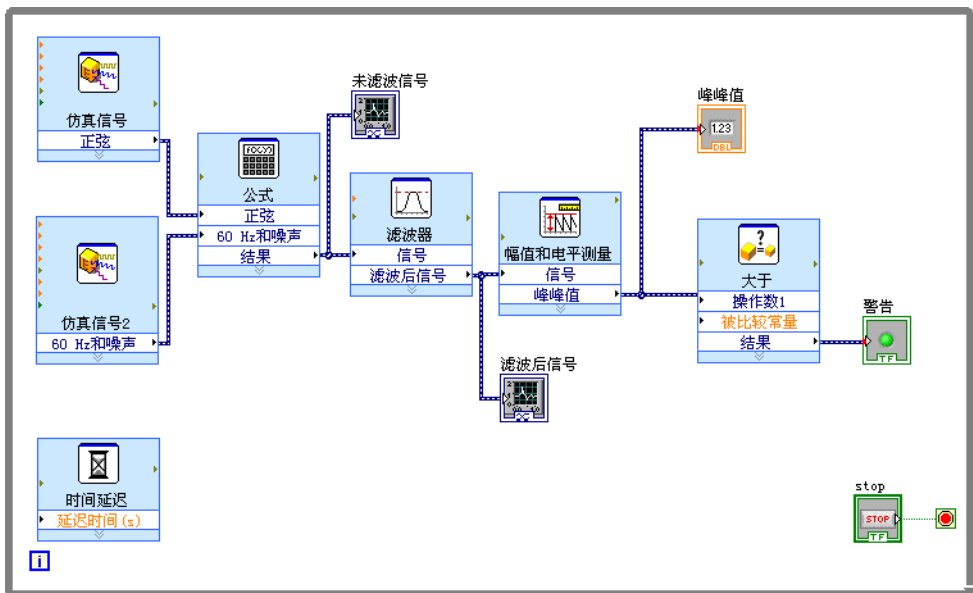

图 3-5 警告灯 VI 的程序框图
1. 在程序框图上，将**警告**接线端移至“大于” Express VI 的右侧。确保**警告**接线端位于 While 循环内部，如图 3-5 所示。
程序框图如图 3-5 所示。